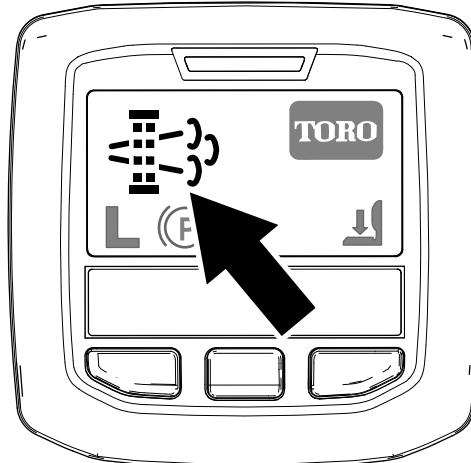

Bild 34
- Das Symbol für die geparkte Regenerierung wird im InfoCenter angezeigt (Bild 34).